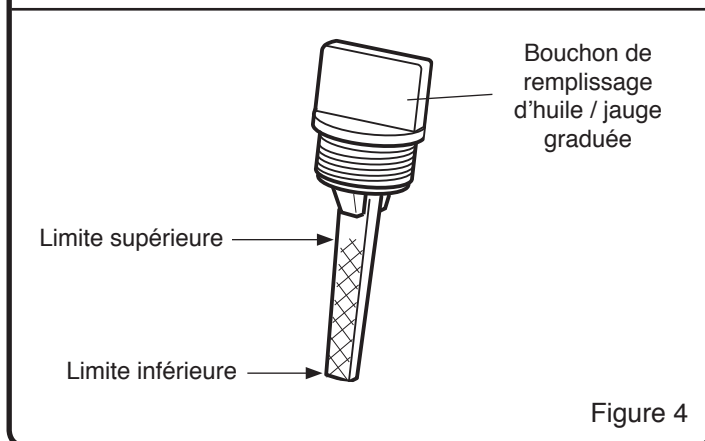

Figure 4
4. Lorsque le niveau d'huile est plein, l'huile sera située à la limite supérieure de la jauge graduée. Si le niveau d'huile est situé près de ou sous la limite inférieure, il faut ajouter de l'huile. (Voir Figure 4)